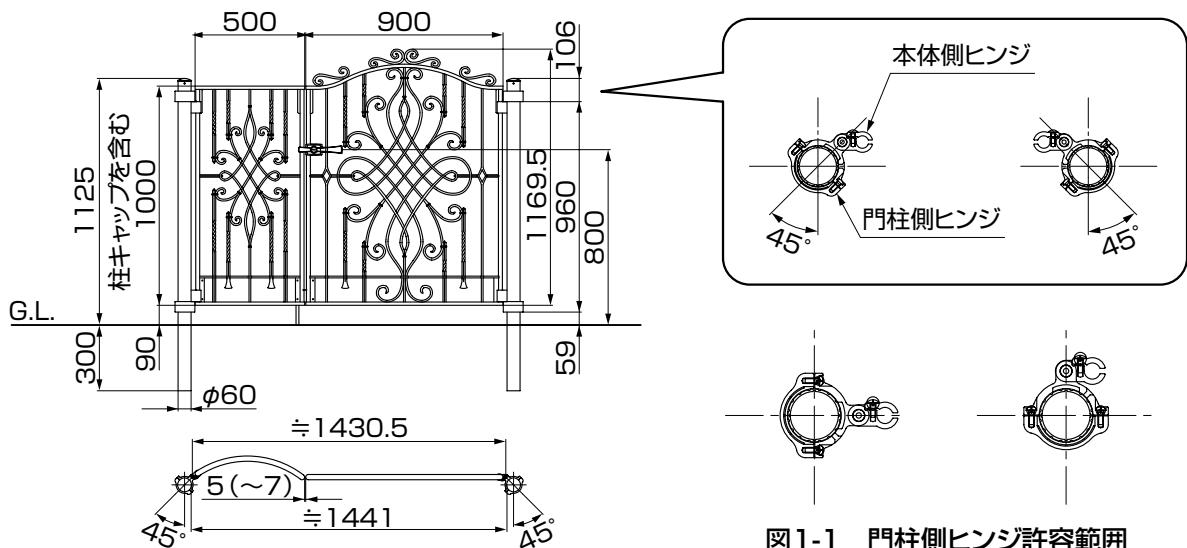

図1-1 門柱側ヒンジ許容範囲
- 基本施工(45°)に対し±45°以内です。ただし、90°(右図)の場合は外開き仕様は不可となります。(図1-1参照)